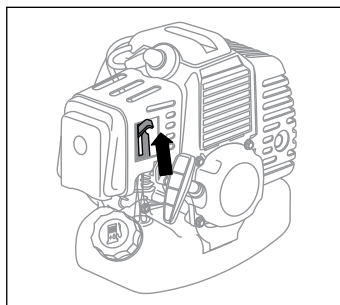

рис. 4
4. Переведите рычаг воздушной заслонки в верхнее положение – |/| «Закрыто» (рис. 4).
7. Переведите рычаг воздушной заслонки (рис. 4) в нижнее положение ||| «Открыто».
1. Переведите рычаг воздушной заслонки в нижнее положение – ||| «Открыто» (рис. 4).